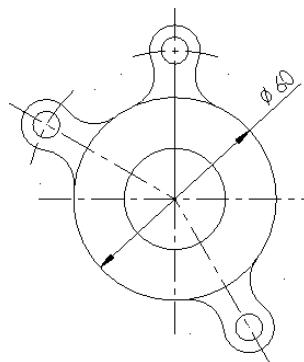

图 5-37 圆弧直径标注
③ 根据系统提示“建立尺寸，圆：将尺寸标注移至合适的位置”，在图形上方合适的位置单击鼠标左键，即可完成圆弧标注，结果如图 5-37 所示。